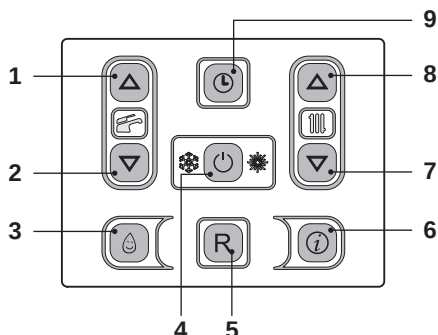
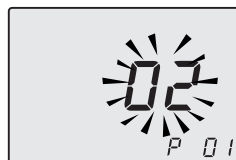

Figura 5.1
Figura 5.2
- Entrare in "modalità programmazione" premendo contemporaneamente per 10 secondi i tasti 4 - 7 - 8 (Figura 5.1) fino a far apparire sul display LCD le lettere **P01**, indicanti l'entrata nel "parametro 01" (Figura 5.2).
- Premendo il tasto 4 (Figura 5.1) si ottiene la conferma del valore inserito.